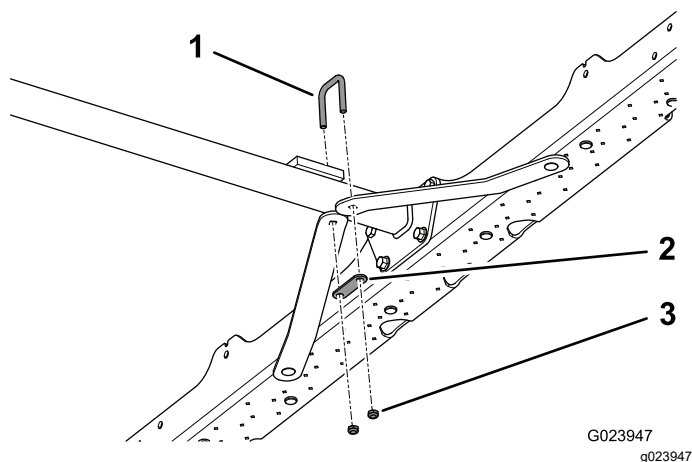

Figura 6
nelle estremità piatte più corte dei supporti di ancoraggio con il bullone a U (Figura 6).
5. Collocate una fascia di fissaggio sulle estremità filettate del bullone a U, quindi fissate il bullone a U con 2 dadi di bloccaggio flangiati (5/16 poll.); fate riferimento a Figura 6.